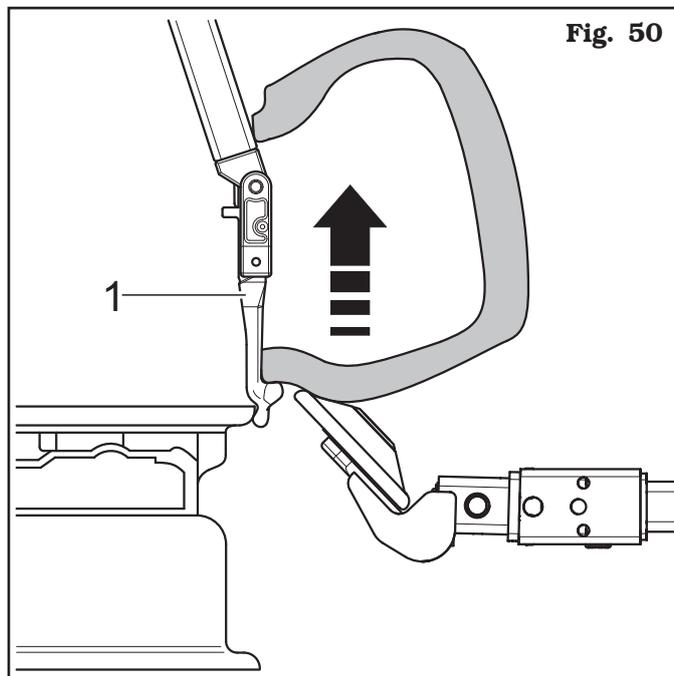

Fig. 50
7. riposizionare la testa utensile (vedi **Fig. 50 rif. 1**) in corrispondenza del bordo cerchio. Tramite l'ausilio del rullo stallonatore in posizione inferiore, caricare il tallone inferiore sulla testa utensile in posizione di smontaggio;